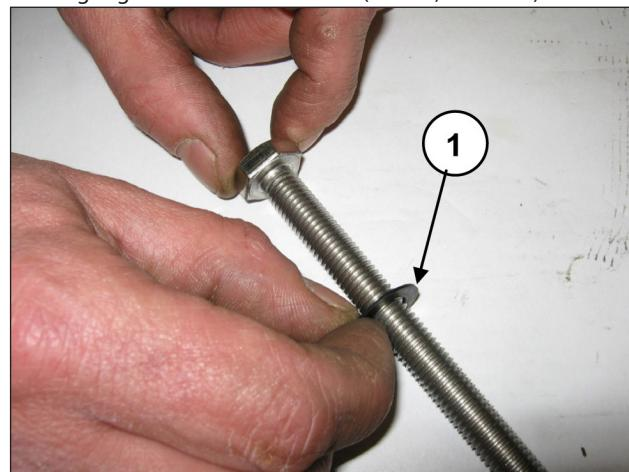

Abb. 146
Setzen Sie die Unterlegscheibe Ø10x18x0.9 auf die Befestigungsschraube des Kurbels (Pos. ①, Abb. 146).